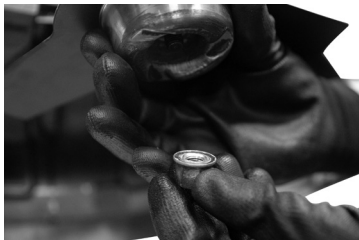

Fig. 11 – Finalizando la montaje de la lámina
- f. Coloque la tuerca, conforme Fig. 11.